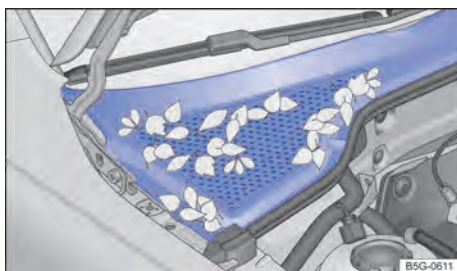

Fig. 222 Entre el compartimento del motor y el parabrisas: caja de agua (representación esquemática).
- La caja de aguas está ubicada en el compartimento del motor, entre el parabrisas y el motor, y bajo una cubierta perforada → fig. 222. El aire ambiente es aspirado de la caja de aguas al interior del vehículo por medio del sistema de calefacción y ventilación o del aire acondicionado.